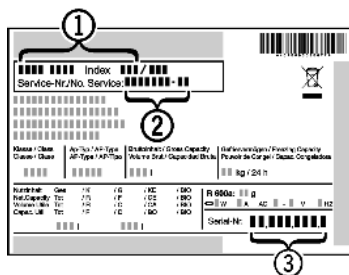

Fig. 54
- Identificați denumirea aparatului Fig. 54 (1), numărul de service Fig. 54 (2) și numărul de serie Fig. 54 (3) pe marca de fabricație. Marca de fabricație se află pe partea stângă în interiorul aparatului.